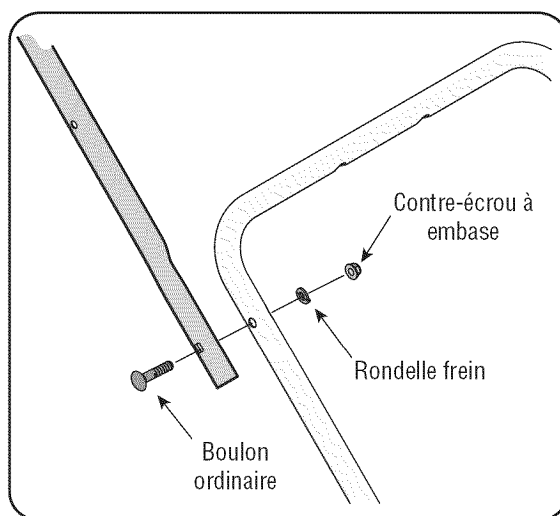

Figure 3
- Attachez le guidon supérieur sur le guidon inférieur avec des boulons ordinaires, des rondelle freins et des écrou à six pans. Voir la Figure 3. La tête du boulon ordinaire doit être sur l'extérieur du guidon.